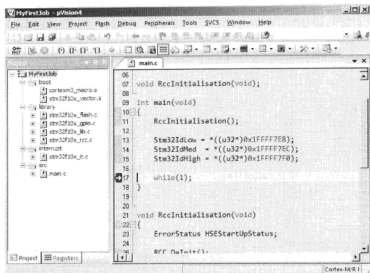

图 4.4.23 程序运行至断点处
① 首先请读者将光标停留在程序中“while(1);”一句所在行,按下 F9 设置断点,并随即按下 F5 执行全速运行。因为程序很短小,对于 72 MHz 主频的 STM32 来说,花费的时间只有几个 μ s,因此很快可以看到程序停在了设置断点的一行,如图 4.4.23 所示。